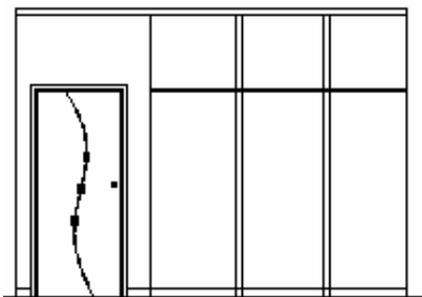

图 8-1-86
**STEP 06** 使用偏移命令 OFFSET 将如图 8-1-85 所示的线段 R 向左偏移 60,将线段 T 向右偏移 60,如图 8-1-86 所示,其具体操作步骤如下: